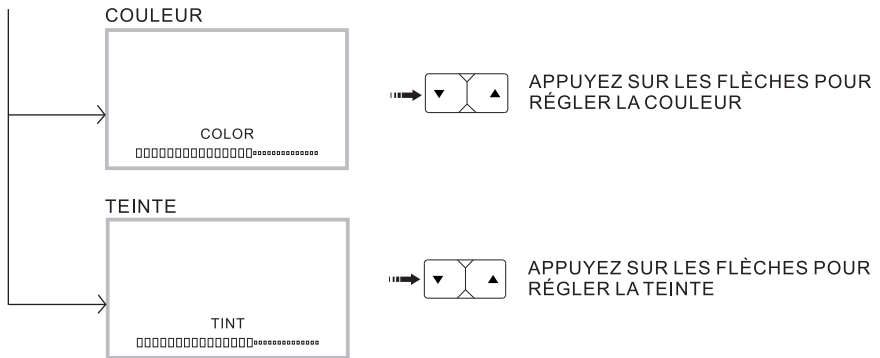

Fig.1 Réglage de la luminosité, du contraste, de la couleur et de la teinte
- Appuyez sur ce bouton plusieurs fois moins d'une seconde pour faire défiler les réglages de luminosité, de contraste, de couleur ou de teinte (voir Fig. 1).